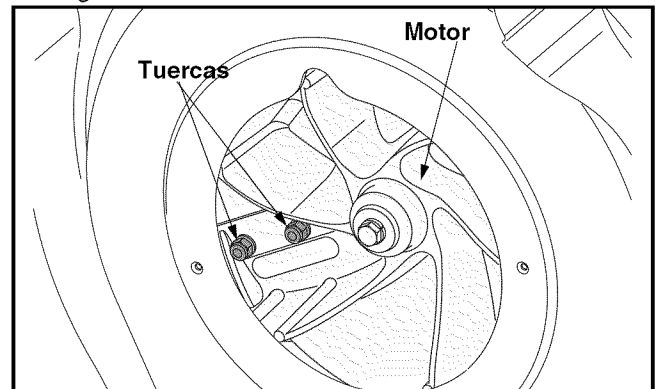

Figura 23
- Es posible alcanzar las tuercas de los tornillos de cabeza plana desde la parte inferior, mediante una llave universal de 1/2 pulg. con extensión. Vea la Figura 23.